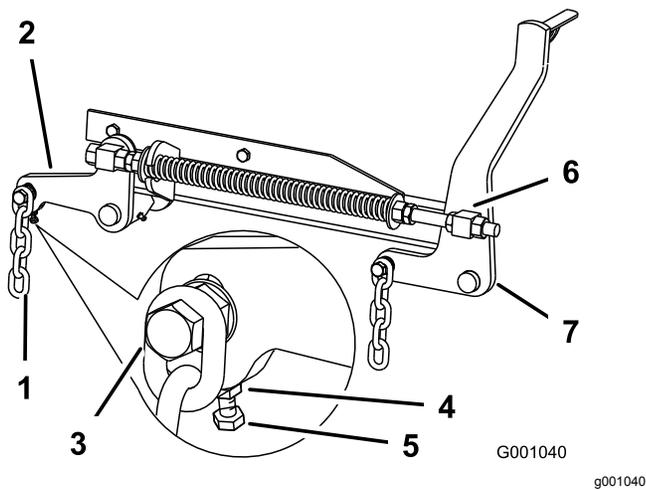

Figura 75
7. Si las medidas realizadas en las posiciones **B** o **C** no son correctas, afloje el perno que fija la cadena trasera al brazo de soporte trasero (Figura 75).
8. Afloje la contratuerca situada debajo del brazo de soporte trasero y ajuste el perno de ajuste hasta obtener una medida de 7,9 a 8,3 cm (Figura 75).
7. Afloje las contratuercas del pivote delantero, en la parte delantera de los pivotes derecho e izquierdo, unos 13 mm (Figura 75).
8. Ajuste las tuercas de elevación en el lado izquierdo y derecho de la máquina hasta obtener una distancia de 6 a 10 mm menos en la parte delantera en **A** que en la parte trasera, en **B** (Figura 75).